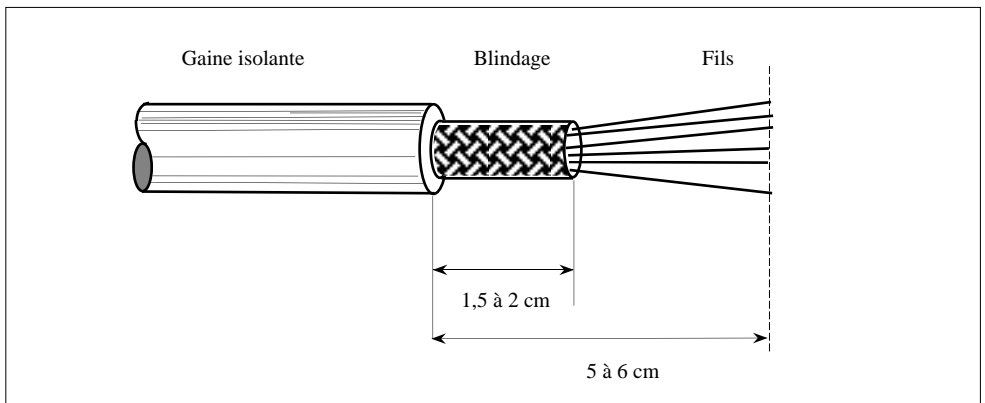

Figure 2-7 Dénudage du câble du bus pour mise à la masse du blindage
- **Dénuder** le câble blindé comme expliqué sur la figure 2-7.